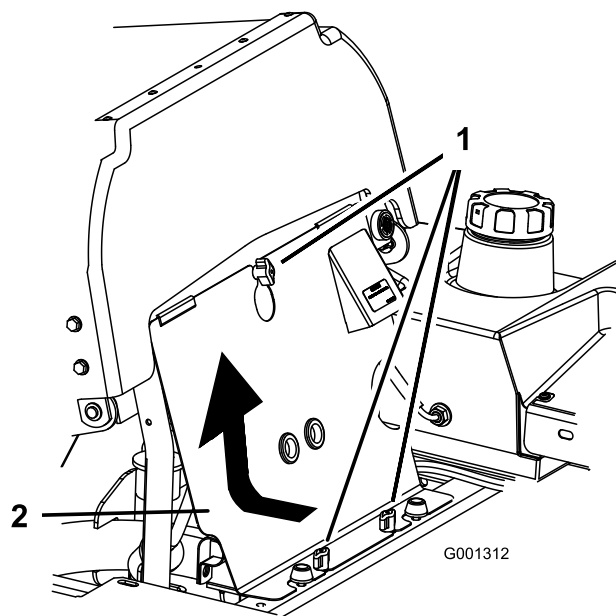

Figure 87
3. Desserrez les boutons du panneau du moteur et déposez le panneau (Figure 87).